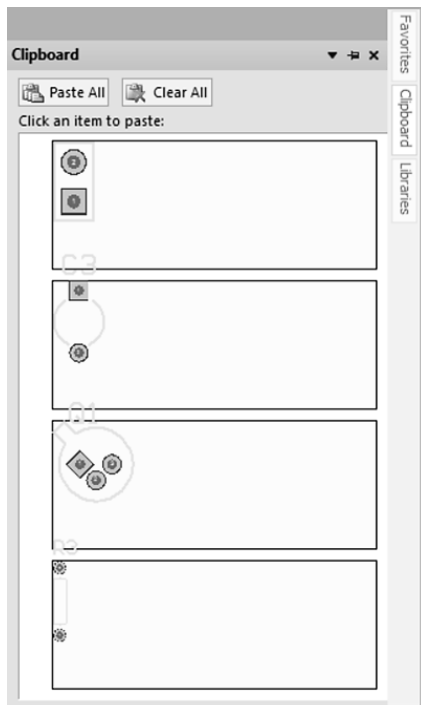

图 8-2-1 Clipboard 页面
① 单击工作界面右侧的 Clipboard 页面标签，打开如图 8-2-1 所示的 Clipboard 页面。
② 在 Clipboard 页面中选中需要粘贴的内容块，移动鼠标指针至工作区域，此时鼠标指针变成十字形，上面附着剪贴板刚刚被选中的图元对象。
③ 将十字形指针移到合适的位置，单击即可在该处